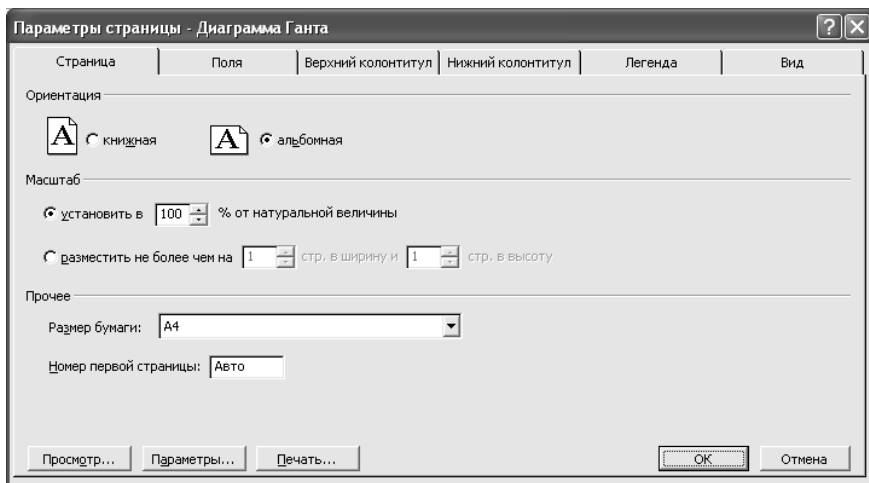

Рис. 47. Налаштування сторінок для друку
2. У меню **Файл** виберіть команду **Параметри сторінки**. і перейдіть на закладку **Сторінка** (рис. 47).